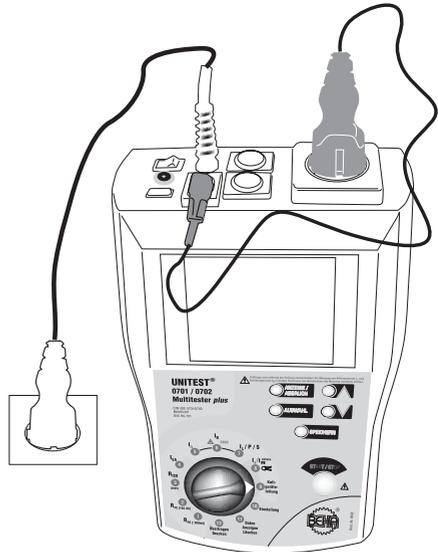

Bild 6.18: Prüfung von Kaltgeräteleitungen
- ▶ Schließen Sie den 0701/0702-Multitester *plus* mit dem Netzanschlusstecker (1) an eine funktionsfähige und ordnungsgemäß angeschlossene Schutzkontakt-Netzsteckdose an.
- ▶ Schalten Sie das Gerät mittels EIN/AUS-Schalter (16) ein.
- ▶ Stellen Sie den Drehschalter 'Messfunktion' (10) auf die Schalterstellung "Kaltgeräteleitung" (8).
- ▶ Stecken Sie den Netzstecker der zu prüfenden Leitung in die Prüf-/Netzsteckdose (4) und die Kaltgerätekupplung der zu prüfenden Leitung in den eingebauten Prüfstecker für Kaltgeräteleitungen (13), siehe Bild 6.18.
- ▶ Drücken Sie die Taste "AUSWAHL" (11), nun kann der Grenzwert für den Isolationswiderstand eingestellt werden, benutzen Sie dazu die Pfeiltasten (6 oder 7). Es lassen sich die Werte 0,5 M $\Omega$ , 1,0 M $\Omega$  und ein kundenspezifischer Grenzwert einstellen.